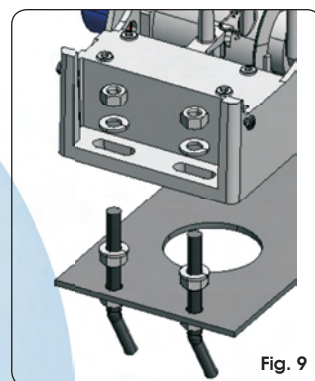

Fig. 9
- ④ Collocare l'operatore sulla piastra utilizzando le rondelle e i dadi in dotazione come da Fig.9.